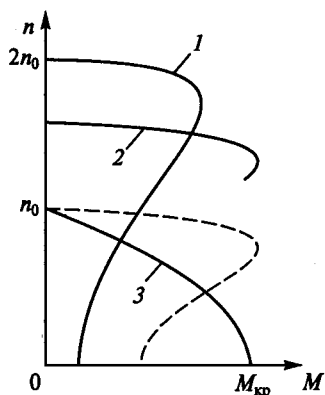

Рис. 222
**9.43.** Укажите на рис. 222 механическую характеристику трехфазного асинхронного двигателя (1...3), соответствующую регулированию его скорости путем увеличения частоты напряжения статора, если штриховой линией показана естественная характеристика этого двигателя.